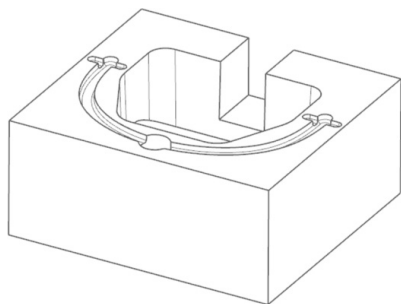

图 16-47 创建分流道
(10) 在【流道】对话框中“指定矢量”选取“-ZC↓”，“截面类型”选取“Traperzoidal”，D 设为 8 mm，H 设为 5 mm，C 设为 5°，R 为 2 mm，创建的分流道如图 16-47 所示。